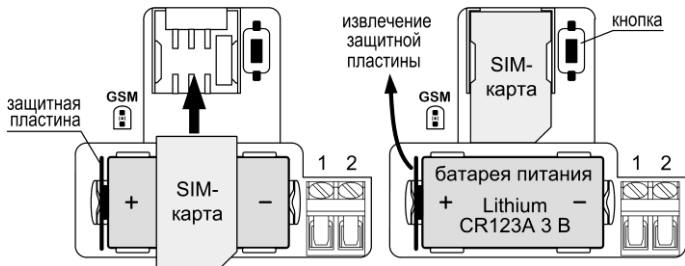

Рис.3 Установка SIM-карты, извлечение защитной пластины
2. Убедитесь, что SIM-карта установлена в соответствии с рис.3, либо установите SIM-карту (если не установлена) в держатель на плате извещателя: контактами к держателю, срезом – как показано на рис.3.
3. **Включите питание извещателя** – извлеките защитную пластину из контакта батареи питания (см. рис.3) или установите батарею питания, соблюдая полярность (если она была извлечена).
2. Убедитесь, что SIM-карта установлена в соответствии с рис.3.